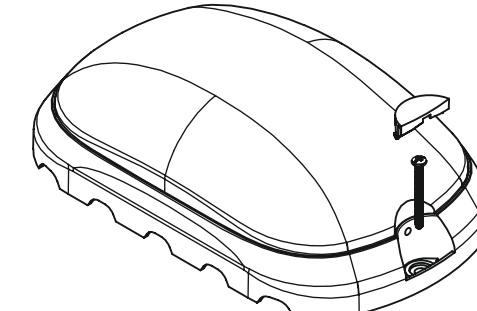

Рисунок 3 — Порядок установки антивандальных заглушек
- 7.5** Установить изделие через крепёжные отверстия в корпусе с помощью штатных элементов крепления, защелкнуть антивандальные заглушки (рис. 3).